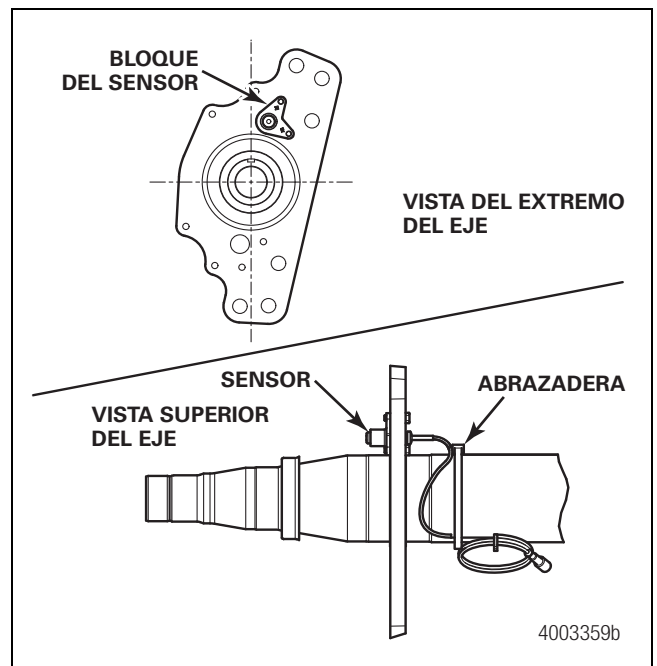
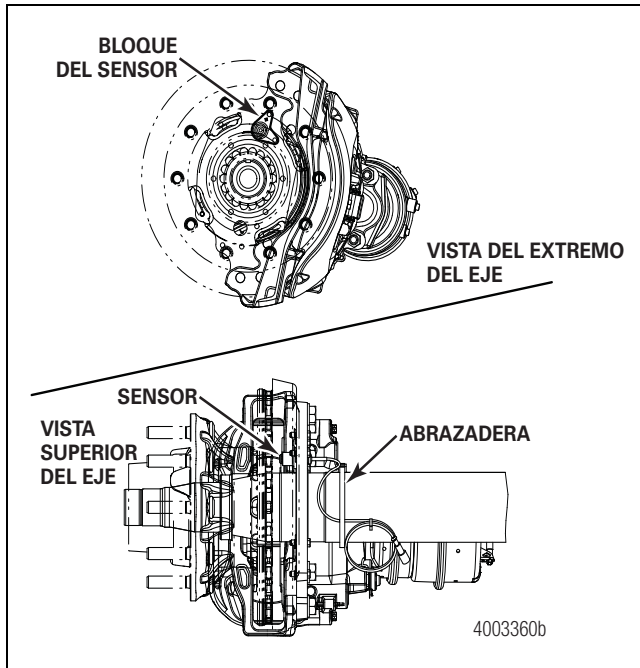

Figura 12.16
Figura 12.17
- **Bloque del ABS montado en la placa de torsión.** Consulte en la Figura 12.16 y en la Figura 12.17 lo relativo a extremos de rueda con rotor plano equipados con anillos de tono del ABS con diámetro de círculo dentado de 7.25".